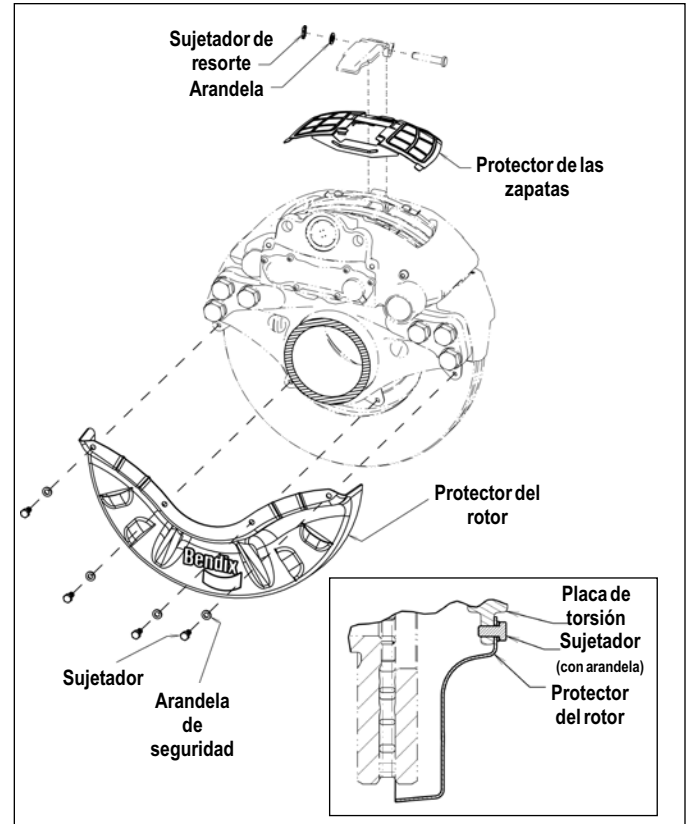

FIGURA 32 - VISTA AMPLIADA DEL EJE DEL REMOLQUE CON INSERTO QUE MUESTRA LA INSTALACIÓN DEL PROTECTOR DEL ROTOR
5.1.4 Protectores del rotor del eje del remolque (Consulte la figura 32). Coloque el protector del rotor con la placa de torsión entre el protector y el rotor. Con una arandela de seguridad (suministrada) puesta en cada tornillo de cabeza, pase los tornillos a través del protector antes de montarlos en los agujeros de la placa de torsión roscada. Aplique torsión en los tornillos de cabeza a 32,54 Nm (24 pulg./lb).